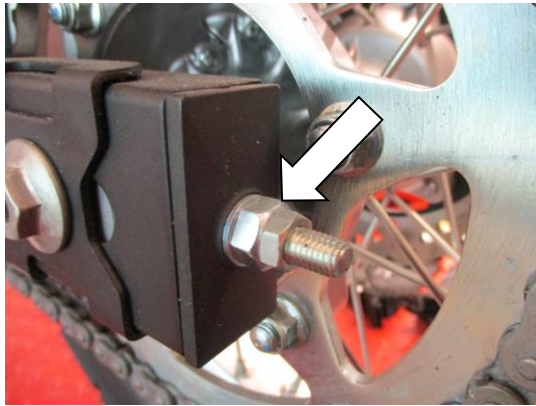

ABBILDUNG 1
- Entfernen Sie die Sicherheitsmutter, Verstellmutter und Unterlegscheibe, die in Abbildung 1 gekennzeichnet sind.